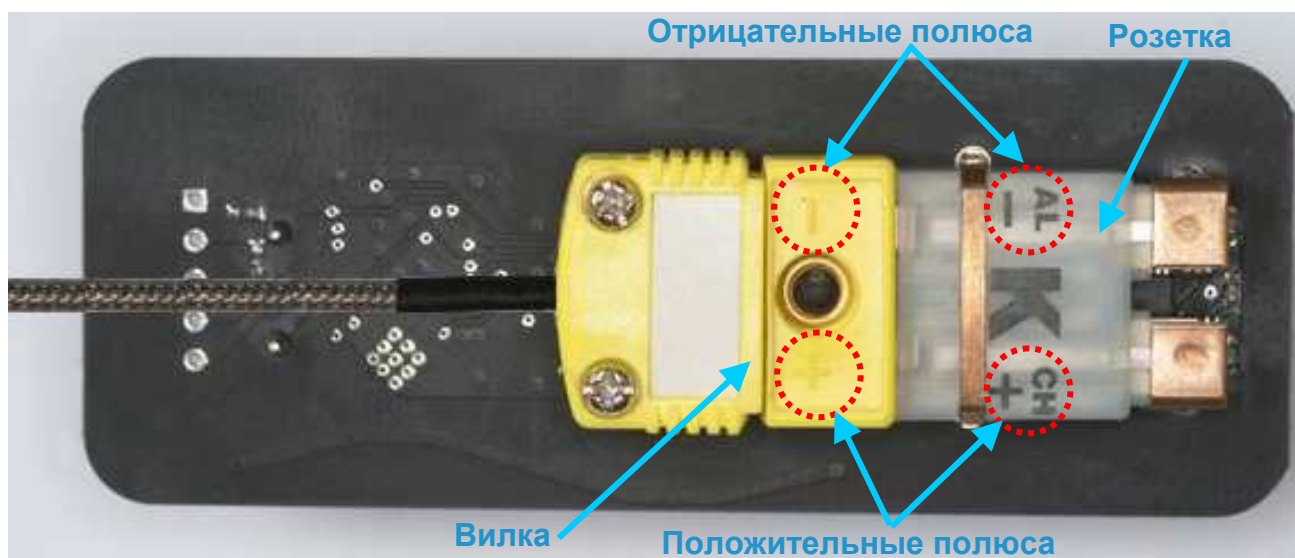

Рис. 5.5 – Разъём типа «Омега» на плате тега в сборе
8. Вставьте до упора вилку 6 в розетку 7, установленную на плате тега, соединив таким образом разъем типа «Омега», строго соблюдая полярность выводов, обозначенную на вилке и на розетке символами «+» и «-» (см. Рис. 5.5).